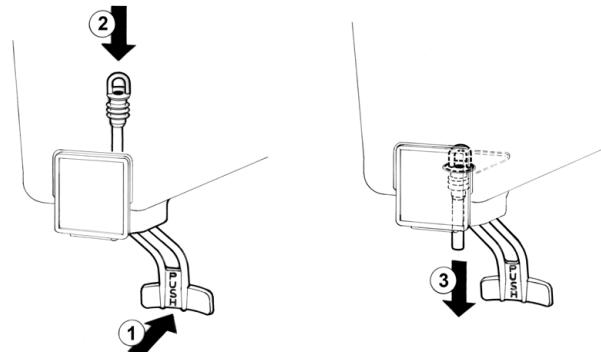

figura 6
- 2 **Rubinetto a gommino:** premere (1) la leva comando rubinetto e inserire (2) il gommino rubinetto nel contenitore. Tirare (3) verso il basso l'estremità del gommino fino ad assestarlo completamente (vedere figura 6).